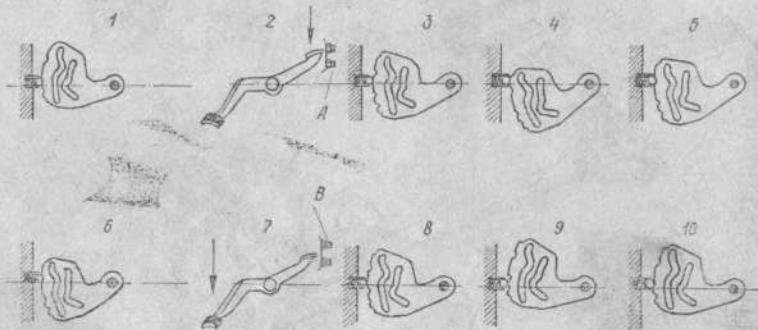

Рис. 18. Схема регулировки механизма переключения передач
Регулировка механизма переключения передач. Механизм переключения передач регулируют с помощью упоров (регулирующих винтов), ограничивающих поворот кривошипа собачек (рис. 18), следовательно, и ход педали переключения.
**Регулируют нижний упор.** Установить сектор переключения передач в положение II передачи, фиксатор при этом попадает в соответствующую выемку сектора (положение 1, рис. 18).